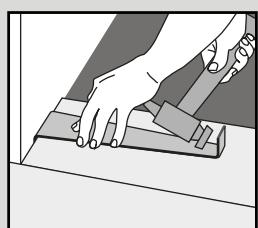

Rys. 3b
- Rozpocząć drugi rzząd, mocując pióro do wpustu metodą klik; deskę trzymać pod kątem (około 30°), a następnie wcisnąć deskę/płytkę ciasno we wpust pierwszego rzędu. Zamontować kolejną deskę zazębiając pióro i wpust wzdłuż krótkiej krawędzi. Ostrożnie połączyć pióro i wpust po długiej stronie, zestawiając deski/płytki pod kątem (Rys. 3). Płytki i deski należy montować przesunięte względem siebie, aby cztery kąty nigdy się nie spotykały (Rys. 3a i Rys. 3b).